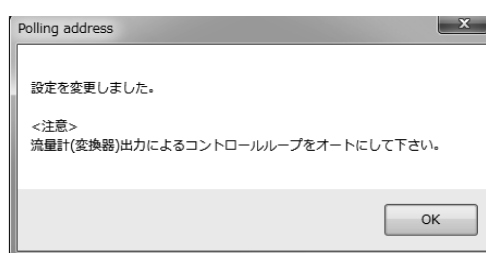

図103
- ④ 設定値が変更されるとメッセージボックス(図103)が表示されますので、「OK」ボタンをクリックすると設定は終了となります。